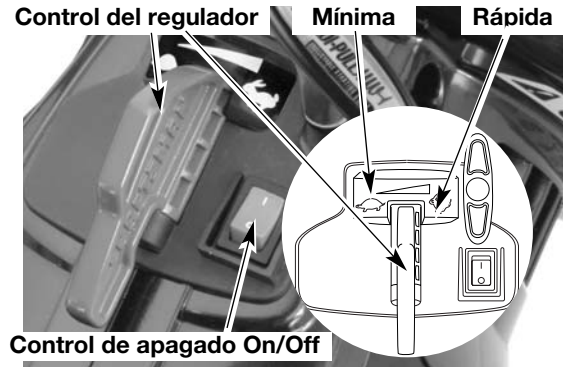
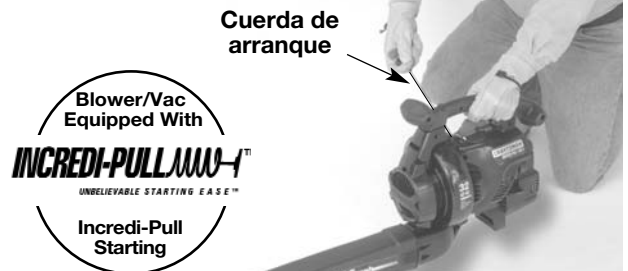

Fig. 9
Fig. 11
**ADVERTENCIA:** Evite los arranques accidentales. Esté en posición de arranque cuando hale la cuerda (Fig. 11 y 12).
**NOTA:** No hay necesidad de encender la unidad. El Control de Parada Encendido/Apagado (On/Off) está en la posición Encendido (ON) (I), en todo momento.
3. Ponga la unidad en la posición de arranque (Fig. 11 o Fig. 12). Coloque el control del regulador en la posición de mínima (☛) (Fig. 9).